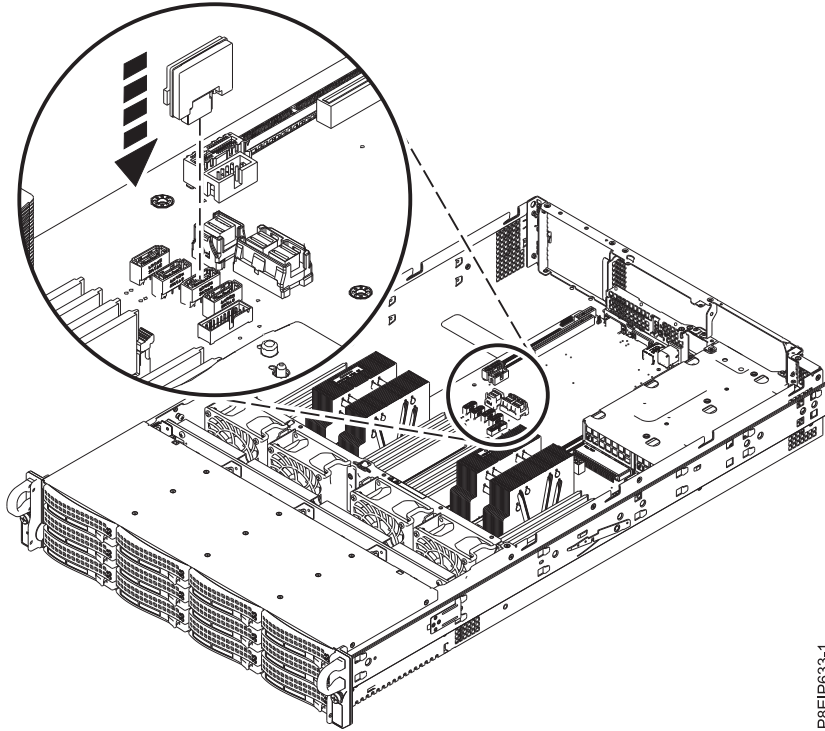

Figure 20. Installation d'un DOM
4. Installez le DOM dans le fond de panier système, dans les positions **(A)**, comme indiqué dans la figure 20, à la page 23. Selon le modèle du DOM, il sera éventuellement nécessaire de connecter un petit cordon d'alimentation pour le DOM. Veillez à connecter les connecteurs de manière adéquate.